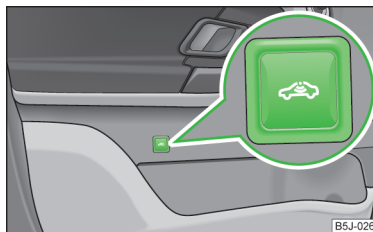

Fig. 35
- Premere il tasto con il simbolo  » fig. 35 nella porta lato conducente.